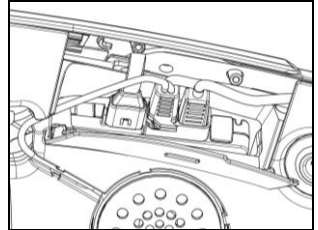

Abb. 8
- Führen Sie den Stecker behutsam in die für ihn bestimmte Buchse ein und vergewissern Sie sich, dass er dort vollständig eingefügt ist (Fig. 8).